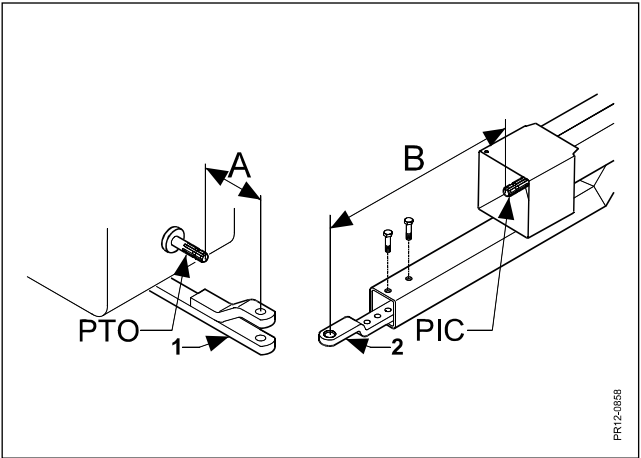

Fig. 2-8
Fig. 2-8 Indstil traktorens trækbom(1), således at afstanden "A" bliver mindst mulig. Indstil maskinens trækbom(2), således at afstanden "B" bliver størst mulig. Maskinens trækbom(2) skal vendes, så KO-akslen er så tæt på vandret som muligt. (NB: Trækbombeslag **skal** stadig monteres med 2 bolte)